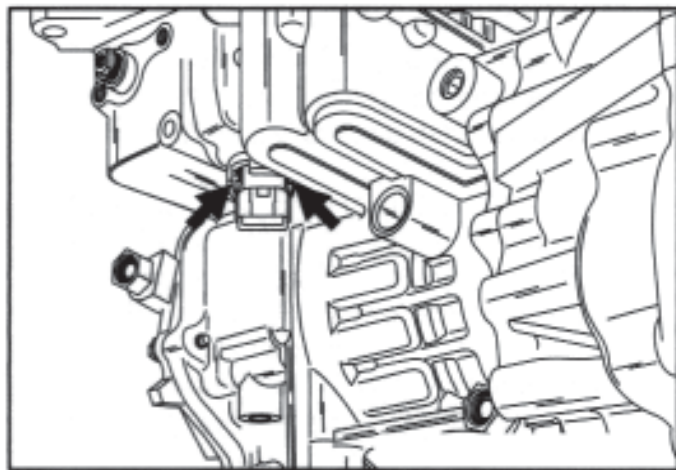

Figura 40
36. Aperte as linguetas na lateral do conector interno do chicote da carcaça e remova o chicote da transmissão (Vide a Figura 40).